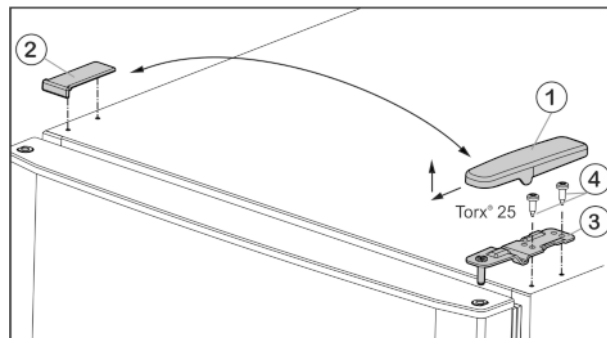
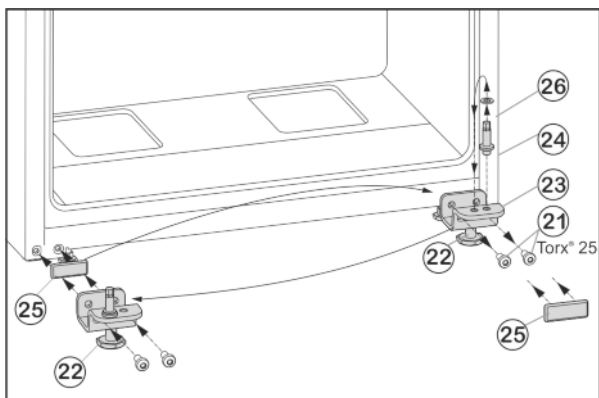

Fig. 4
Fig. 6
- ▶ Wyjąć osłonę Fig. 4 (1) do przodu i do góry.
- ▶ Podnieść osłonę Fig. 4 (2).
- ▶ Odkręcić górną płytkę zawiasu Fig. 4 (3) (2 razy Torx® 25) Fig. 4 (4) i wyjąć ją do góry.
- ▶ Odkręcić śruby mocujące Fig. 6 (21).
- ▶ Usunąć dolną płytkę zawiasu Fig. 6 (23), wraz z trzpieniem zawiasu Fig. 6 (24), podkładką Fig. 6 (26) i nóżką Fig. 6 (22).
- ▶ Odkręcić cały trzpień zawiasu Fig. 6 (24) z podkładką Fig. 6 (26), przełożyć do przeciwnego otworu mocującego płytki zawiasu i tam dokręcić.
- ▶ Ostrożnie zdjąć płytkę osłaniającą Fig. 6 (25) i przełożyć na przeciwną stronę.
- ▶ Całą dolną płytkę zawiasu Fig. 6 (23) wraz z trzpieniem zawiasu Fig. 6 (24), podkładką Fig. 6 (26) i nóżką Fig. 6 (22) ponownie przykręcić po nowej stronie zawiasu, ew. przy użyciu wkrętarki akumulatorowej (**z siłą 4 Nm**).
- ▶ Założyć dolne drzwi od góry na sworzeń zawiasu Fig. 6 (24).
- ▶ Środkową płytkę zawiasu (13) obrócić o 180° włożyć w dolne drzwi i przykręcić po nowej stronie zawiasu za pomocą śrub mocujących (11)(2 x Torx® 25)(**z siłą 4 Nm**).
- ▶ Ponownie założyć podkładkę z tworzywa sztucznego (10).
- ▶ Założyć górne drzwi na środkową płytkę zawiasu (13).
- ▶ Włożyć w drzwi górną płytkę zawiasu Fig. 4 (3) po nowej stronie zawiasów.
- ▶ Dokręcić górną płytkę zawiasu (**z siłą 4 Nm**) (2 razy Torx® 25) Fig. 4 (4). Ewentualnie użyć wkrętarki akumulatorowej.
- ▶ Założyć osłonę Fig. 4 (1) od zewnątrz odpowiednio po przeciwległej stronie i zazębnić.
- ▶ Założyć osłonę Fig. 4 (2) od góry odpowiednio po przeciwległej stronie i zazębnić.
- ▶ Wykręcić nóżkę Fig. 6 (22) przy dolnej płytce zawiasu Fig. 6 (23), aż będzie przylegać do podłoża.